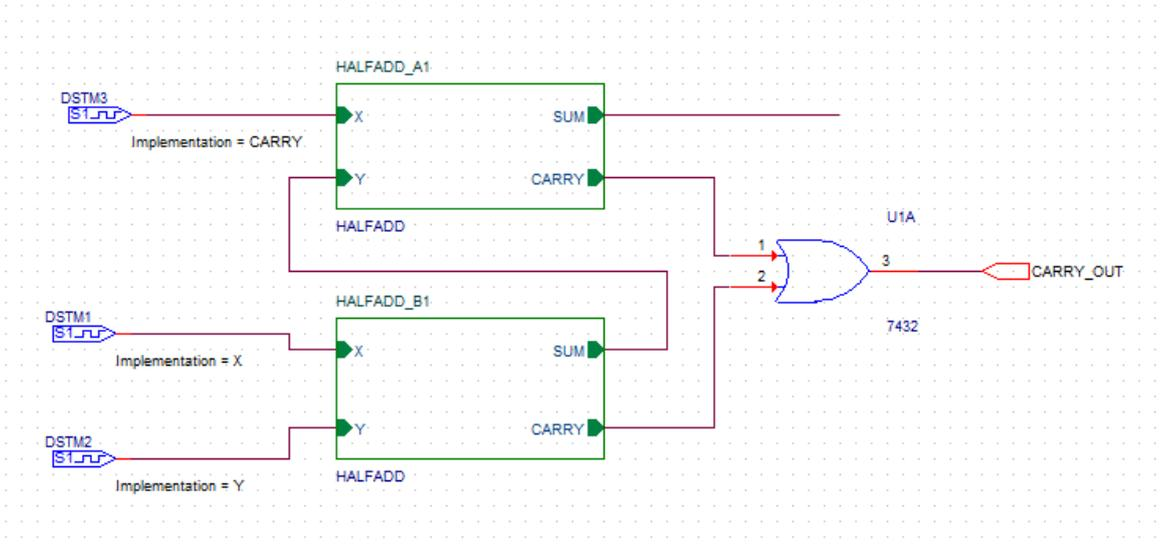

Рис. 8.25. Схема структуры полного сумматора без внутренних схем
2.8. Завершите создание схемы полного сумматора путём добавления портов, проводов и стимулов. Получится полный сумматор (рис. 8.25).
Для этого в схеме (рис. 8.25) двойным щелчком откройте пустую страницу полусумматора HALFADD_A1.